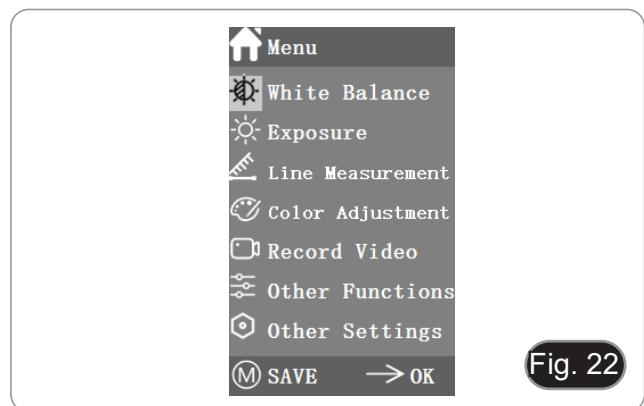

Fig. 22
2. La posición del cursor actual (es decir, la posición del ícono resaltado) es la opción de la función de balance de blancos. (Fig. 22)